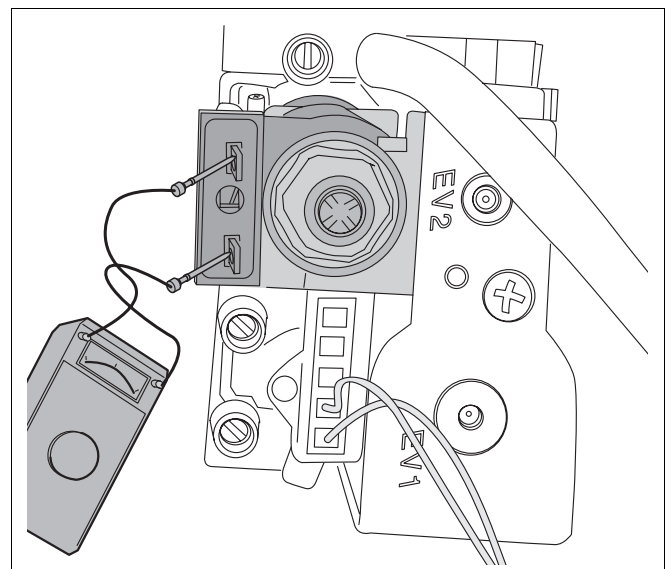

Fig. 25 Măsurarea rezistenței bobinei ventilului de modulare.
- Se măsoară rezistența. Dacă rezistența este de cca. 80 Ω, bobina ventilului de modulare este în ordine (Fig. 25).